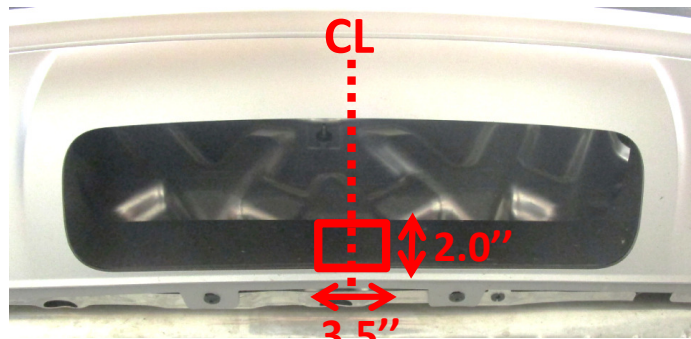

Figura 4
- 5. Recortar la fascia:** Con cinta y navaja utilitaria, recortar una muesca en la parte inferior de la fascia como se muestra en la **Figura 4**. **NO** cortar el cableado detrás de la fascia inferior central.
5. **Recortar la fascia:** Con cinta y navaja utilitaria, recortar una muesca en la parte inferior de la fascia como se muestra en la **Figura 4**. **NO** cortar el cableado detrás de la fascia inferior central.